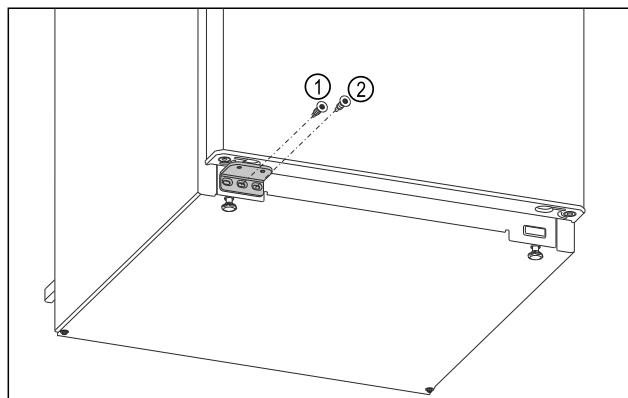

Fig. 17
- ▶ Apretar el tornillo central del soporte del cojinete Fig. 17 (1) con un destornillador Torx 20.
- ▶ Apretar el tornillo interior del soporte del cojinete Fig. 17 (2) con un destornillador Torx 20.